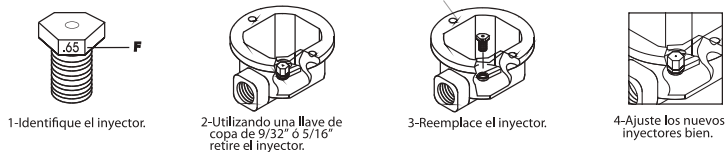

Fig. 9
- C** Tome los inyectores (K) e identifíquelos por el número estampado (F) en la superficie (Fig.9).